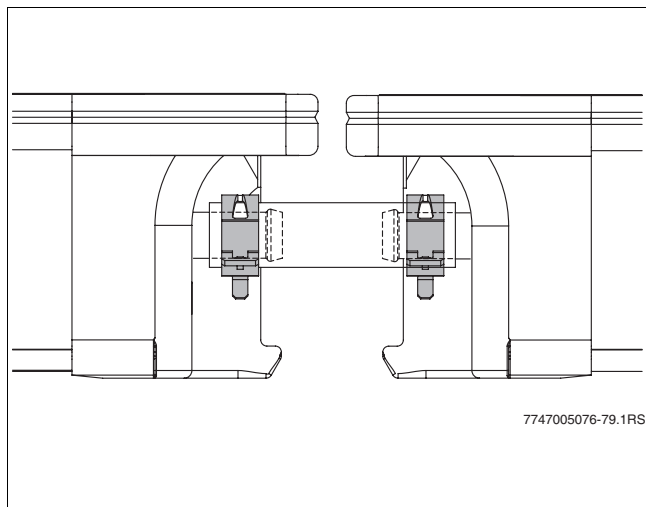

Bild 66 Solarschlauch mit gesicherten Federbandschellen
- Solarschläuche und Blindstopfen am Kollektoranschluss mit einer Federbandschelle (→ Bild 66) sichern.